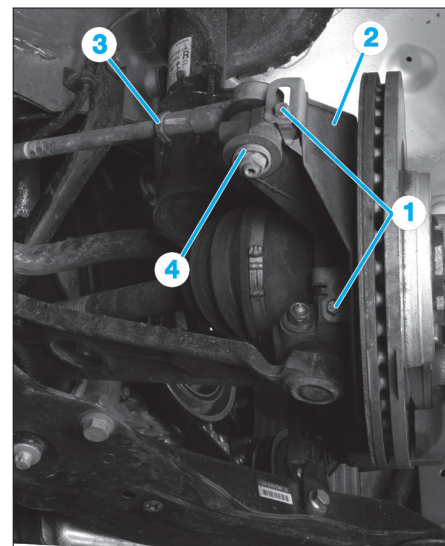

Fig. 9
- Déposer les vis de fixation (1) puis la protection de rotule (2) (Fig.9).
- Desserrer le contre-écrou de la rotule de direction (3).
- Déposer l'écrou (4) de rotule de direction.